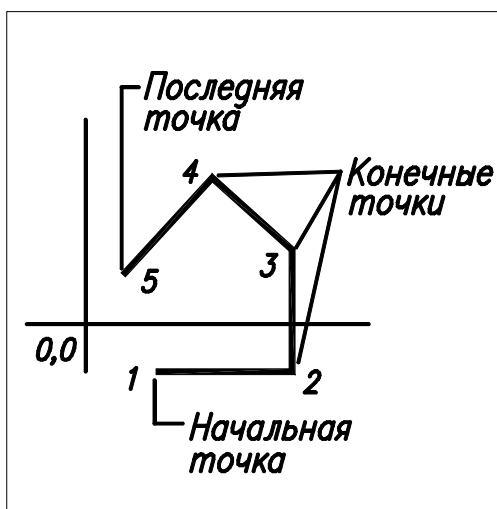

Рис. 2.4. Задание направления и длины отрезка
2.2.1. Построение ломаной линии по отрезкам (рис. 2.4)